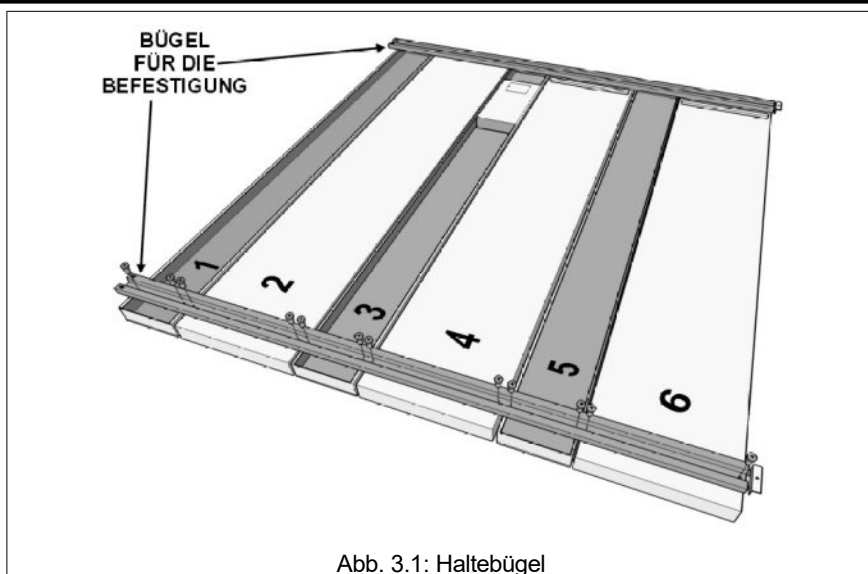
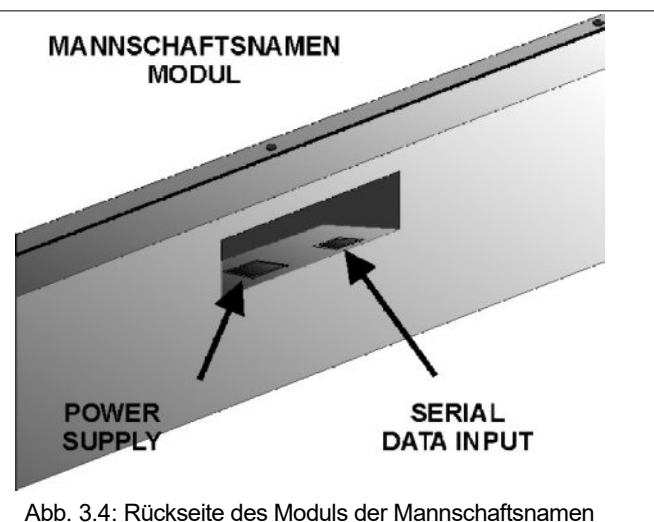

Abb. 3.1: Haltebügel
Abb. 3.4: Rückseite des Moduls der Mannschaftsnamen
2. Wir empfehlen, zum Zusammenbau der einzelnen Teile der Anzeigetafel, Kartons oder sonstige Schutzvorrichtungen unterzulegen. Die Module mit der Vorderseite zum Fußboden gerichtet und entsprechend der auf der Rückseite aufgeführten Nummerierung anordnen (Abb.3.1), um die gewünschte Tafel zu bilden (siehe die verschiedenen Modelle auf Seite 46). Zudem ist zu überprüfen, dass das Flachkabel der verschiedenen Module (Abb.3.4) für die späteren Anschlüsse frei liegt.
liegen. Danach die Bügel mit den mitgelieferten Schrauben und einem Kreuzschraubenzieher fest an den Modulen befestigen (siehe Abb.3.1).
Gehen Sie bitte bei dem Zusammenbau in der Reihenfolge vor und bedienen Sie sich der auf der Rückseite der Anzeigetafel vorhandenen Kabelkanäle, um die Module zu verbinden. Die Reihenfolge des Anschluss ist **nicht** wichtig: Jedes Kabel kann an jeden der 6 verfügbaren Steckverbinder angeschlossen werden. Es wird darauf hingewiesen, dass das Modul der Mannschaftsnamen über eine eigene Versorgung und einen eigenen seriellen Anschluss verfügt, sodass es nicht an die Versorgungseinheit angeschlossen wird (Abb.3.4).
Auf der Rückseite des Moduls für die Mannschaftsnamen (siehe Abb.3.4) befinden sich: